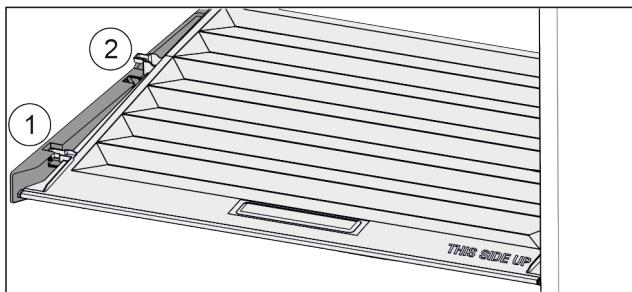

Fig. 107
- ▶ Veko potiahnite dopredu až k otvoru v prídržných dieloch *Fig. 107 (1)*.
- ▶ Vzadu ho nadvihnite zospodu a zložte smerom nahor *Fig. 107 (2)*.